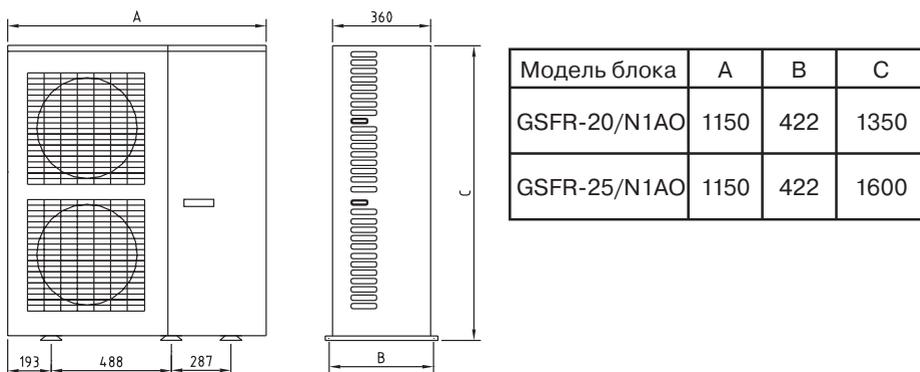

Рис. 9.2
9.2.1 Габаритные и установочные размеры наружных блоков моделей GSFR -20/N1AO, GSFR-20/N1AO, рис. 9.2.